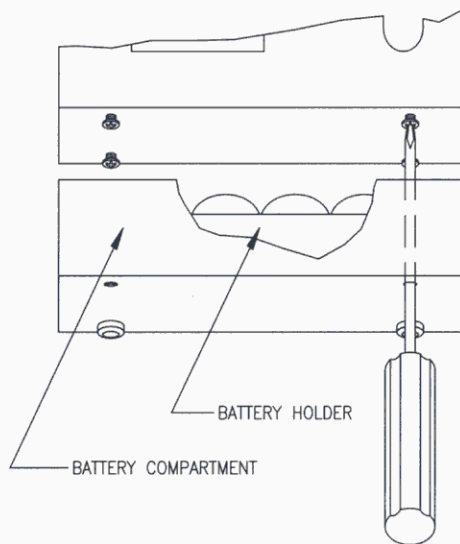

FIGURE 9
3. Slide the bottom battery compartment outward (to front) and down, to get to the batteries. (See Figure 9.)
3. Faites glisser le compartiment à batteries inférieur vers l'avant et vers le bas pour exposer les batteries. (Voir la Figure 9).
3. Das untere Batteriefach nach außen (d.h. nach vorn) und dann nach unten schieben, um die Batterien herausnehmen zu können (s. Abb. 9).